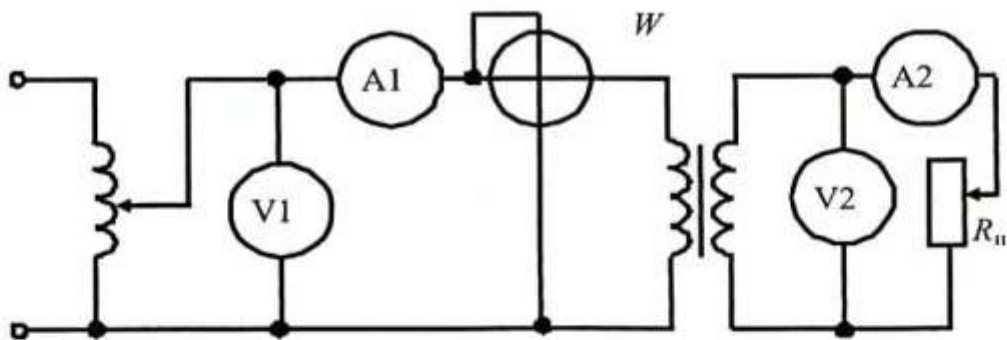

Рис. 7. Схема испытания трансформатора — нагрузочный режим
3. Собрать цепь включения трансформатора в нагрузочном режиме, согласно рис. 7. Изменяя сопротивление нагрузки, выполнить 3–4 измерения параметров, указанных в табл. 8. При выполнении опытов необходимо следить за величиной тока в обмотках, величины токов  $I_1$  и  $I_2$  не должны превышать номинальных значений.